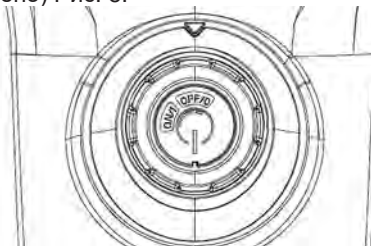

Рис. 8 Включение аппарата
3. Переведите выключатель аппарата в положение «ON/I» (Включено) (Рис. 8). Электродвигатель включится на короткий промежуток времени и сразу выключится.
Для выключения аппарата переведите выключатель в положение OFF/0 (Выключено) Рис. 8.
Для перерыва в работе необходимо опустить рычаг включения пистолета. В случае продолжительных перерывов в работе (более 5 минут) устройство необходимо выключить (Рис. 8). После 15 минут непрерывной работы делайте перерыв на 15 минут, чтобы устройство остыло.